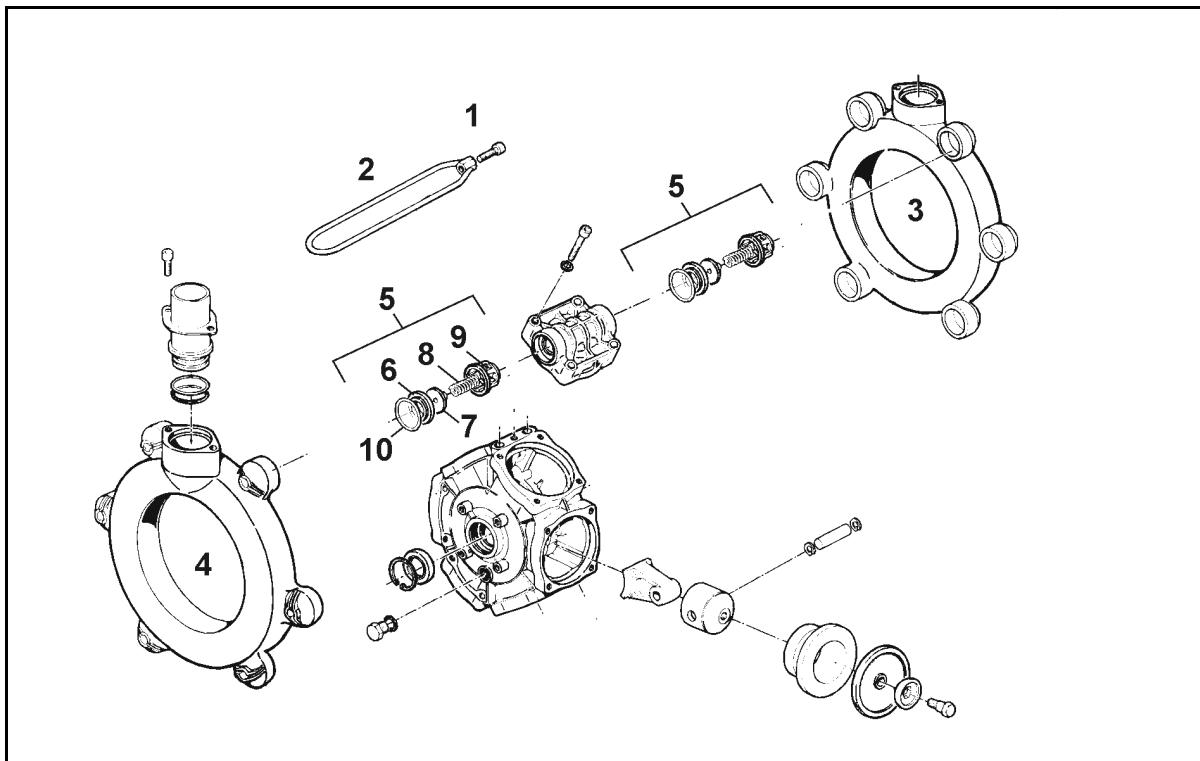

Fig. 159
1. Controlați dacă nivelul uleiului este vizibil la marcajul (Fig. 159/1) când pompa nu este în funcțiune și se află în poziție orizontală
3. Scoateți capacul (Fig. 159/2) și completați cu ulei, dacă nivelul uleiului nu este vizibil la marcajul (Fig. 159/1).
- Aveți în vedere poziția de montare a supapelor de aspirare sau presiune, înainte de a scoate grupurile de ventile (Fig. 159/5).
- La asamblare aveți în vedere ca ghidajul supapei (Fig. 159/9) să nu se deterioreze. Deteriorările pot duce la blocarea supapelor.
- Strângeți neapărat piulițele (Fig. 159/1,2) cruciș, cu momentul de strângere indicat. Strângerea necorespunzătoare a șuruburilor duce la tensionare și astfel la neetanșeitate.
2. Desfaceți șuruburile (Fig. 159/1) și îndepărtați cadrul de strângere (Fig. 159/2).
3. Scoateți canalele de aspirare și de refulare (Fig. 159/3 și Fig. 159/4).
4. Extragăți grupurile de supape (Fig. 159/5).
5. Verificați dacă scaunul supapei (Fig. 159/6), supapa (Fig. 159/7), arcul supapei (Fig. 159/8) și ghidajul supapei (Fig. 159/9) prezintă deteriorări, respectiv uzură.
6. Îndepărtați inelul O (Fig. 159/10).
8. După verificare și curățare, montați grupurile de supape (Fig. 159/5).
9. Introduceți inele O (Fig. 159/10) noi.
10. Prindeți în flanșă canalul de aspirare (Fig. 159/3) și canalul de refulare (Fig. 159/4) pe carcasa pompei și montați cadrul de strângere (Fig. 159/2).
11. Strângeți șuruburile (Fig. 159/1) în cruce, cu un cuplu de **11 Nm**.